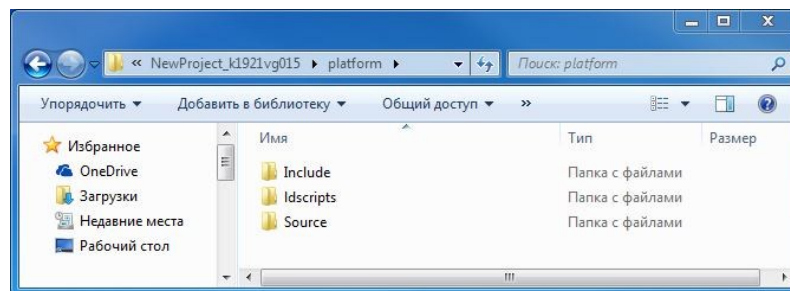

Рисунок 3.17 – Содержание каталога platform
2. Создать каталог под названием «platform» в каталоге с названием нового проекта в рабочей среде workspace (см. рисунок 3.17). Скопировать внутрь каталога «platform» каталоги «Include», «ldscripts», и «Source» (находятся в niiet_riscv_sdk\platform\Device\K1921VG015).